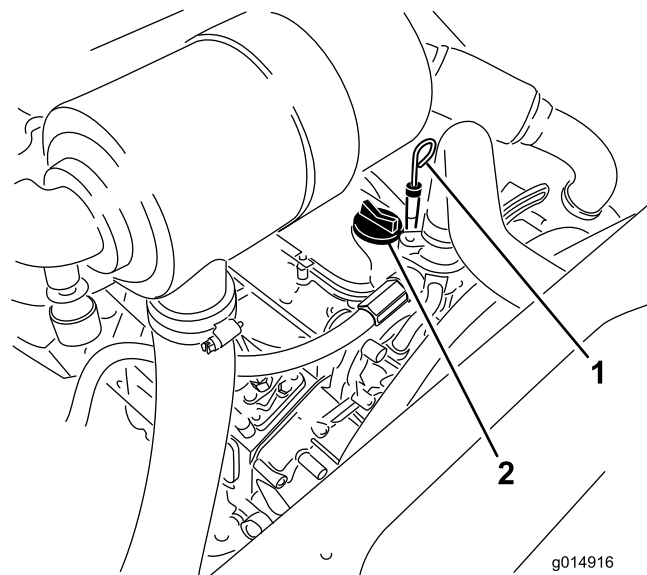

Рисунок 31
3. Извлеките масломерный щуп, тщательно протрите и снова вставьте его (Рисунок 31).
5. Если уровень масла находится ниже отметки FULL (Полный), снимите крышку заливной горловины (Рисунок 31) и добавляйте масло, пока его уровень не достигнет отметки FULL (Полный) на щупе. **Не допускайте переполнения.**